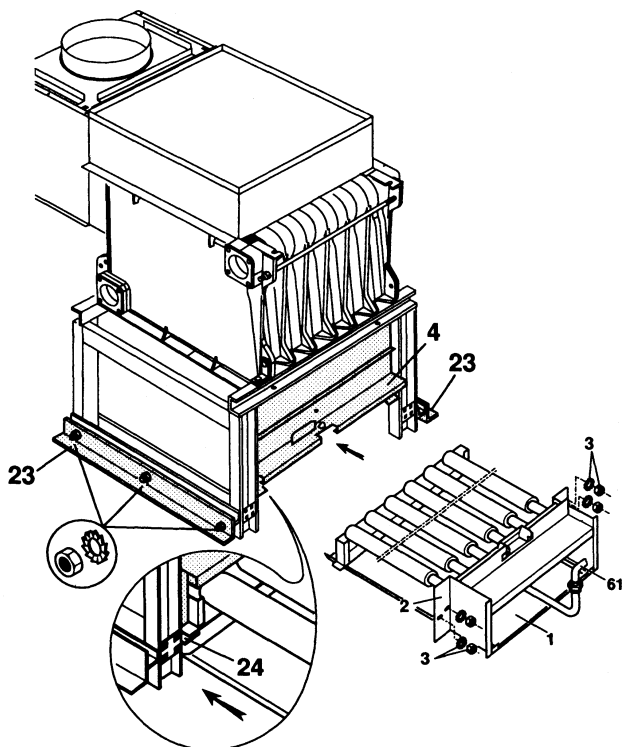
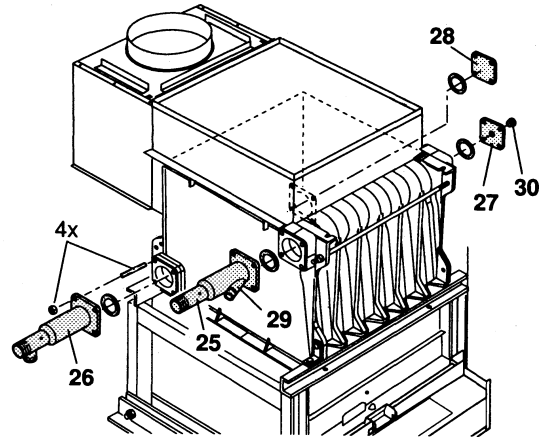
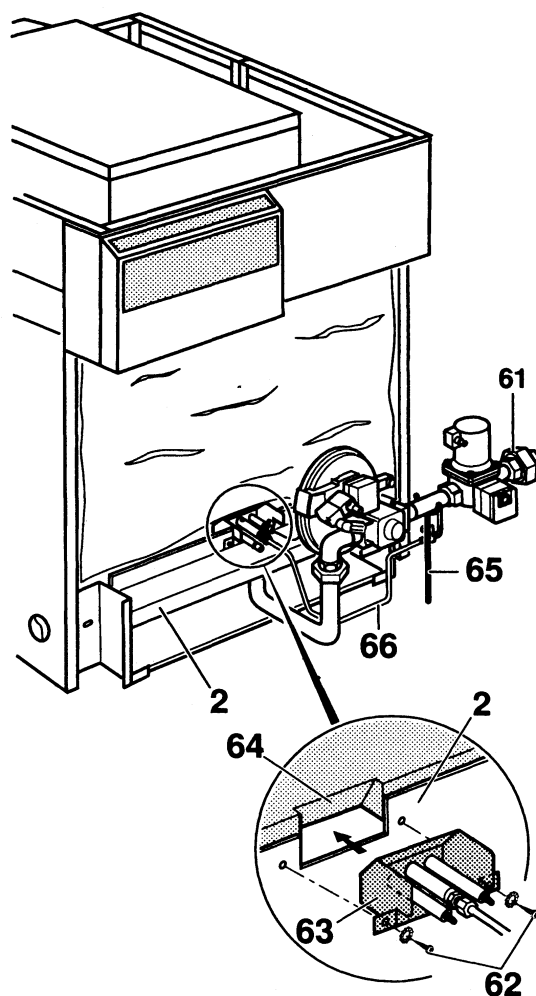

Рис. 17
Рис. 18
Рис. 30
- Из узла горелки (2) извлечь жёст (1) для защиты пола топки котла.
- Освободив четыре гайки (M6, SW 10) с зубчатыми шайбами (3) из узла топки (4), извлечь узел горелки (2).
- После удаления шести болтов (SW 13) с зубчатыми шайбами (5) узел топки (4) извлечь из цоколя крепления блока котла (6).
**Указание:** Таким образом предотвращается повреждение при монтаже секций верхней уплотнительной прокладки узла горелки (4) и попадание герметика котла на трубки горелки.
**Рекомендация:** Рекомендуется незамедлительно или перед повторной сборкой по рис. 17 отключить газовую арматуру (61) с пусковой горелкой от узла горелки (2) (см. рис. 30). Этим облегчается последующий монтаж котла (рис. 18).
- Установить два нижних боковых держателя (23) и прикрепить тремя гайками (M5, SW 8) с зубчатыми шайбами.
- Узел горелки (2) направить по направляющим (24) в узел топки (4), прикрепить их четырьмя гайками (M6, SW 10) с зубчатыми шайбами (3).
- Под узел горелки (2) до упора вставить жест для защиты пола топки.
- Рекомендация:** газовую арматуру (61) следует монтировать согласно рис. 30.